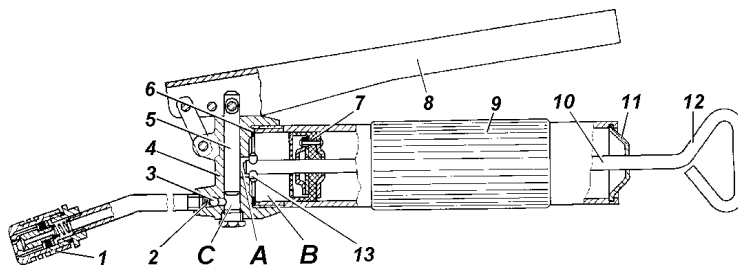

Рис. 9.2. Рычажно-плунжерный шприц:
**Рычажно-плунжерный шприц** (рис. 9.2) придается для смазки узлов автомобиля, снабженных пресс-масленками.